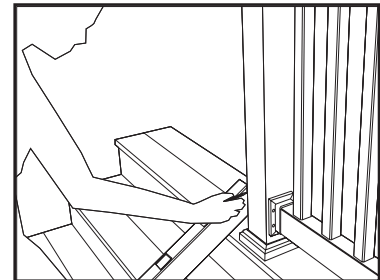

Fig. 1
2. Mida la abertura interior entre los postes u otras superficies de montaje. **NOTA: Confirme que la abertura no es más ancha que el largo de las barandas para escaleras suministradas en el Juego de Barandas para escaleras TAM-RAIL. (FIG. 1)**